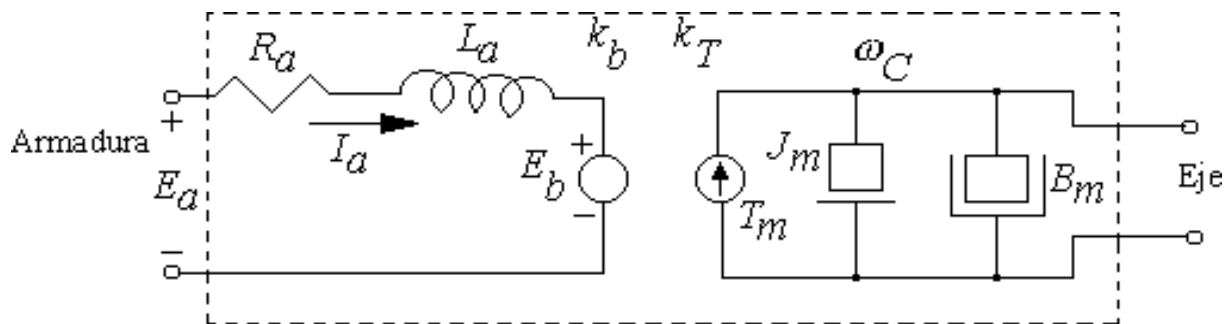
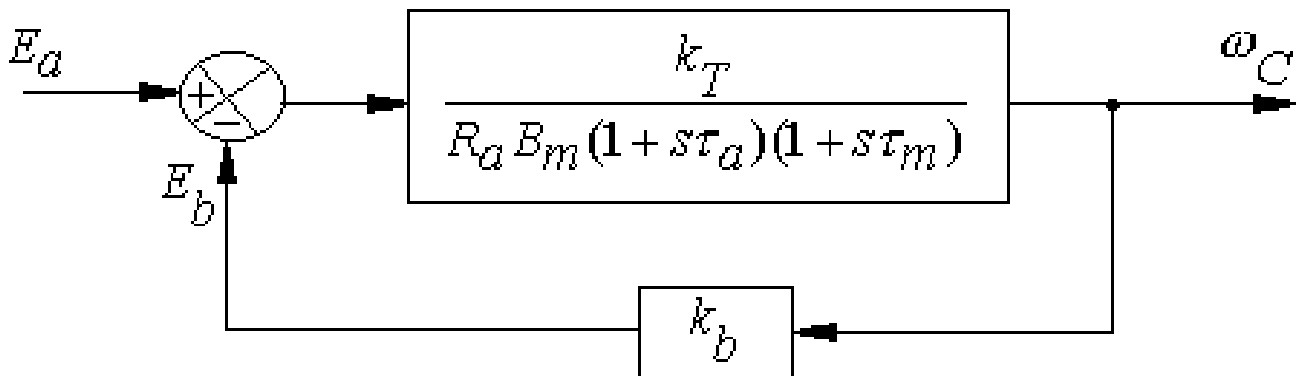

Figura 4: Modelo equivalente analógico del motor de CC.
Figura 5: Diagrama en bloques del motor.
Sobre la base de la **figura 4**, se obtiene el diagrama de bloques equivalente de la **figura 5**, donde se indica la transferencia del motor en función de los parámetros y las constantes de tiempo del mismo.
*Explique las ventajas (si es que las hay) del modelo representado en la **figura 5** respecto al presentado en la **figura 4**. Nota: concéntrese sólo en la representación en bloque del motor.*
Sobre la base de la **figura 5**, es posible obtener la función transferencia del motor de manera muy rápida, es decir: